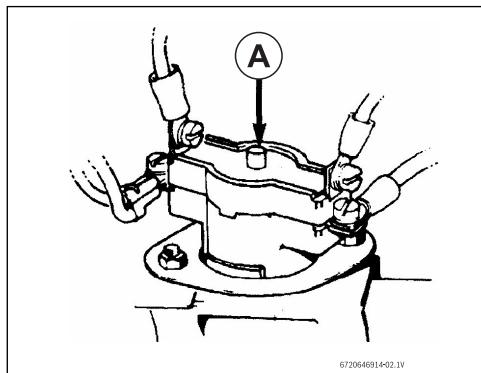

Fig. 2
- Le protecteur ne disjoncte qu'en cas de circonstances exceptionnelles (Fig. 2). Si cela se produit fréquemment, veuillez contacter votre technicien de service ou Bosch Thermotechnology Corp.